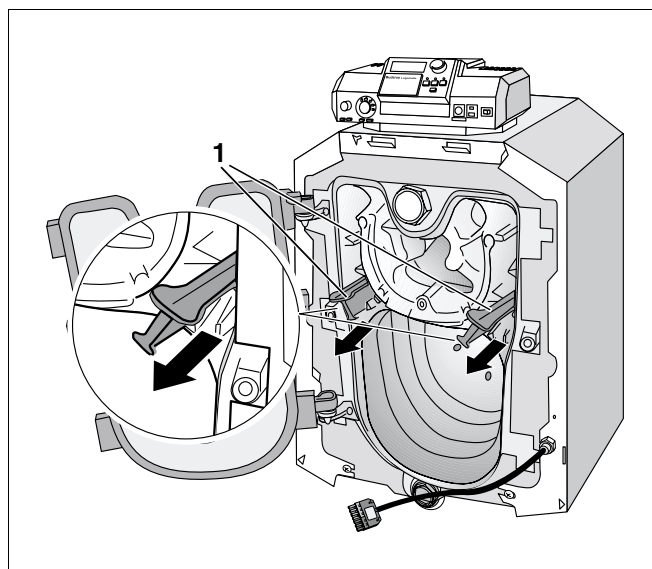

Fig. 36 Îndepărtați placile de ghidare
- Îndepărtați prin față (fig. 36, **poz. 1**) placile de ghidare din traseul gazelor de ardere.